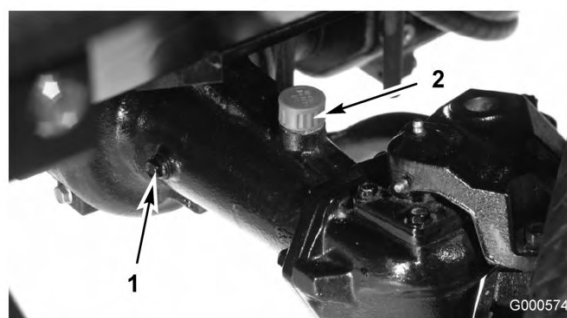

Figura 47
2. Retire o tampão de verificação que se encontra numa das extremidades do eixo (Figura 47) e certifique-se de que existe lubrificante até ao fundo do orifício. Se o nível estiver baixo, retire o tampão de enchimento (Figura 47) e adicione lubrificante suficiente para o nível de lubrificante subir até ao fundo do orifício do tampão de verificação.